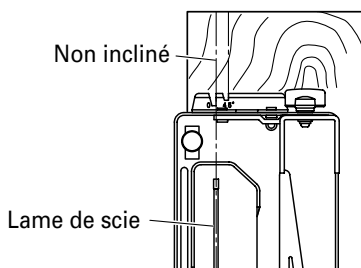

Fig. 12 <Vue supérieure>
- (1) Placer le socle sur le matériau, puis aligner la ligne prémarquée et la lame de scie avec la découpe sur le devant du socle (Fig. 12).
- (2) Lorsque le socle n'est pas incliné, utiliser la grosse découpe (Fig. 12 et 13).
Si le socle est incliné (45 degrés), utiliser la petite découpe (Fig. 12 et 14).